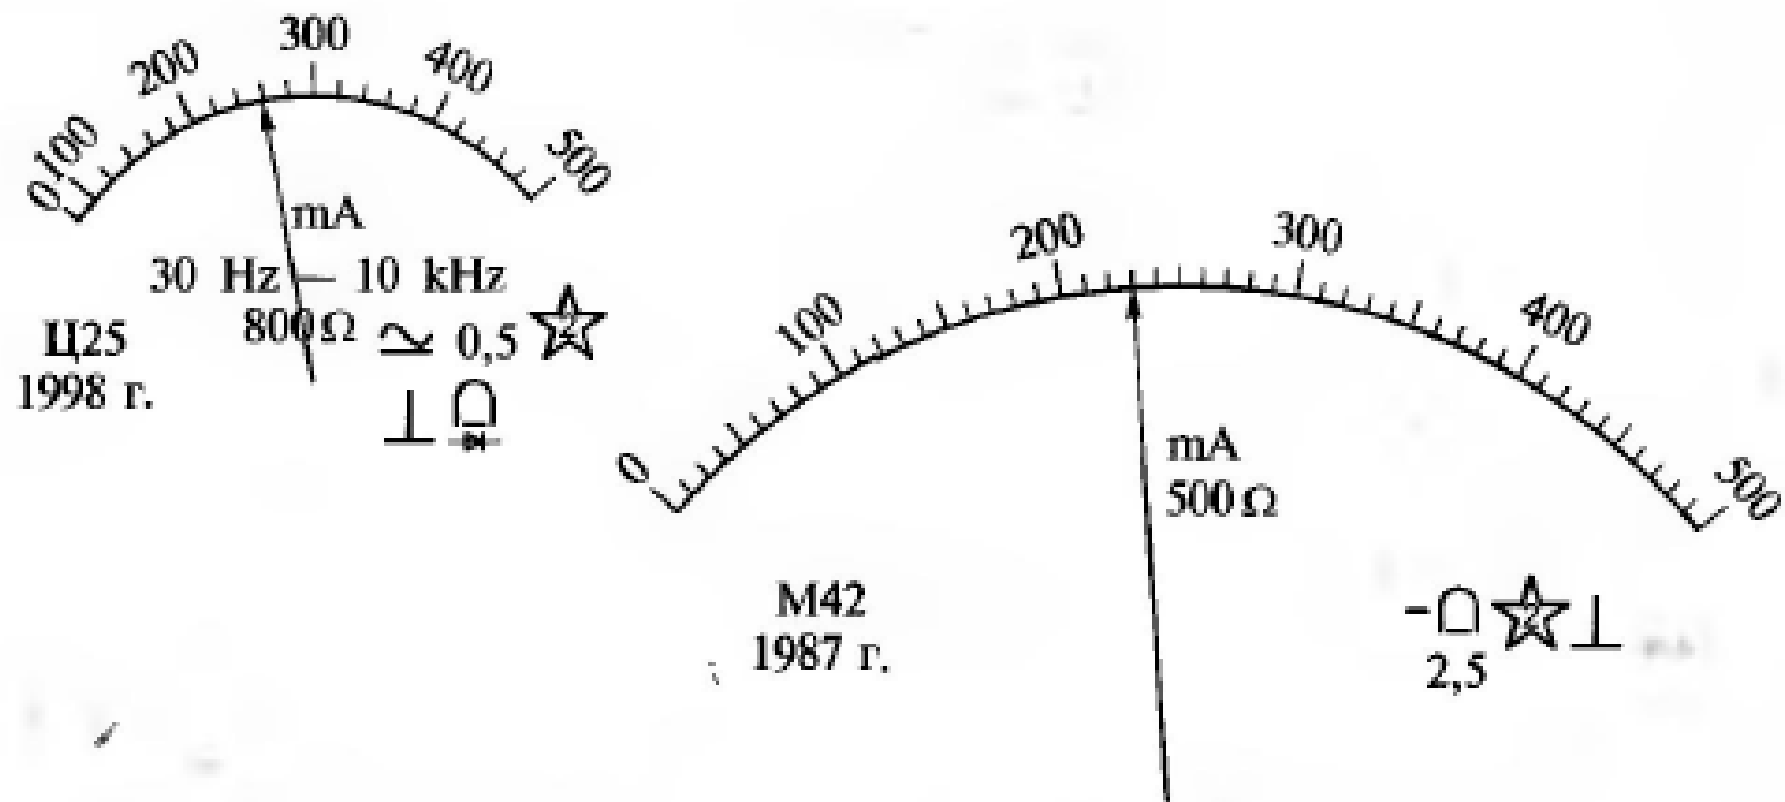

Рис. 3.3. Изображения шкал двух приборов к задаче 3.2
**3.2.** На рис. 3.3 представлены шкалы двух измерительных приборов.
4) определить значения измеряемых токов, соответствующих положениям стрелок на шкалах приборов, показанных на рис. 3.3.